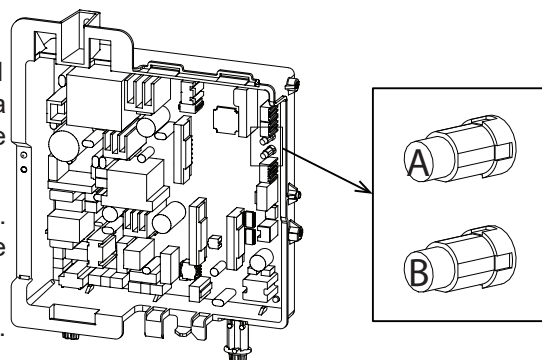

Fig. 1
2. Sulla scheda elettronica tenere premuto il tasto 'B' (Fig. 1) per 1 secondo. Sul display del pannello di comando comparirà la scritta 'dES'. Premere nuovamente il tasto 'B' per 1 secondo. Ripetere questo passaggio fino a quando sul display non compare '55'.
3. Sulla scheda elettronica premere e tenere premuto il tasto 'A' (Fig. 1) fino a quando sul display del pannello di comando non compare la scritta 'SCL'.